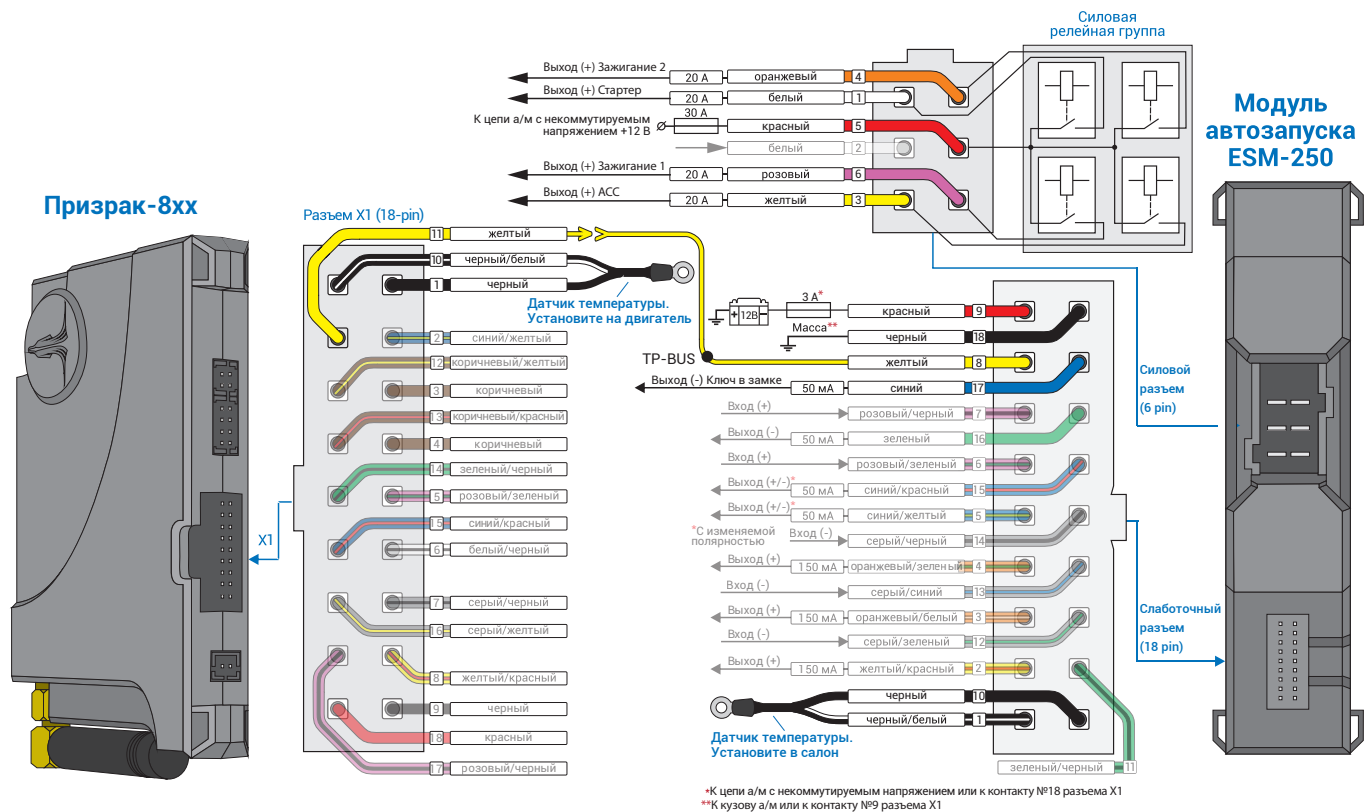
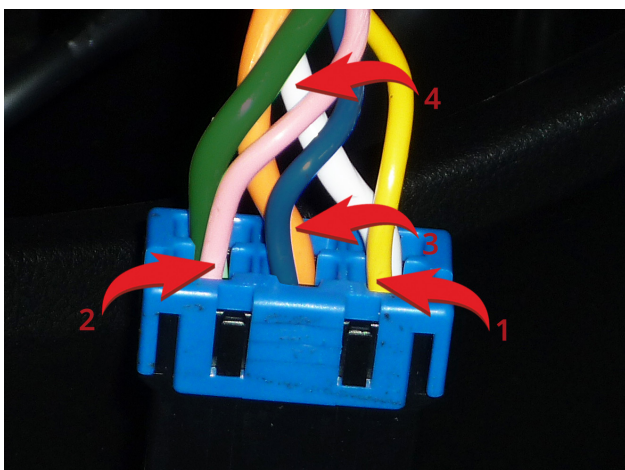
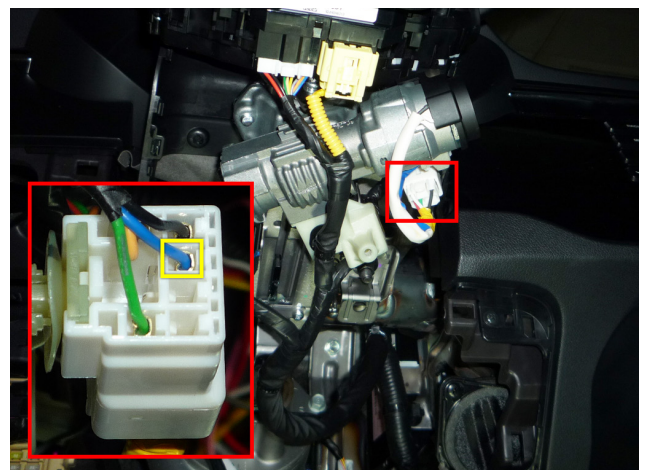

Рис.3 Подключение модуля автозапуска ESM-250
Рис.4 Подключение к силовым цепям замка зажигания
Рис.5 Ключ в замке
4. Подключите модуль автозапуска ESM-250 – выводы модуля, которые требуется подключить выделены на рис. 3. Подключение производится в синем разъеме непосредственно у замка зажигания (см. рис. 4). Так же требуется подключение к проводу а/м, на котором присутствует статус «ключ в замке» (см. рис. 5)